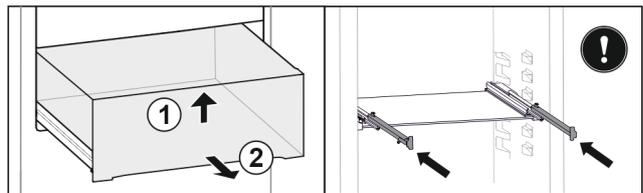

Fig. 22
- ▶ Schubfach vorne anheben. Fig. 22 (1)
- ▶ Schubfach nach vorne entnehmen. Fig. 22 (2)